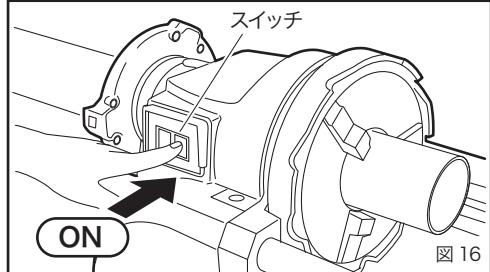

図 16
### 8. 作業前の点検 (図 16、17)
- ①本体のスイッチを ON にし、主軸を回転させてください。(図 16)